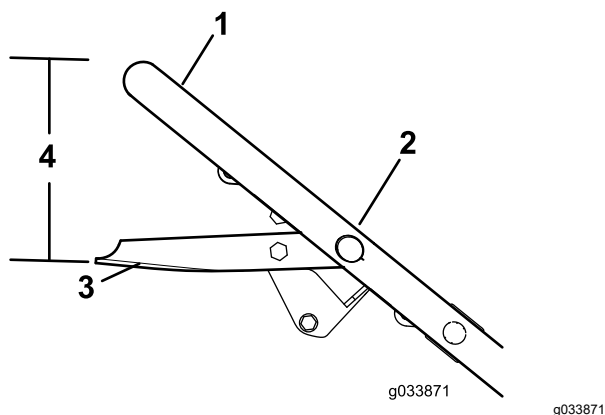

Figure 30
3. Tenez la barre de commande de la lame à 19 cm (7⁵/₈ po) du haut du guidon, comme illustré à la Figure 30.